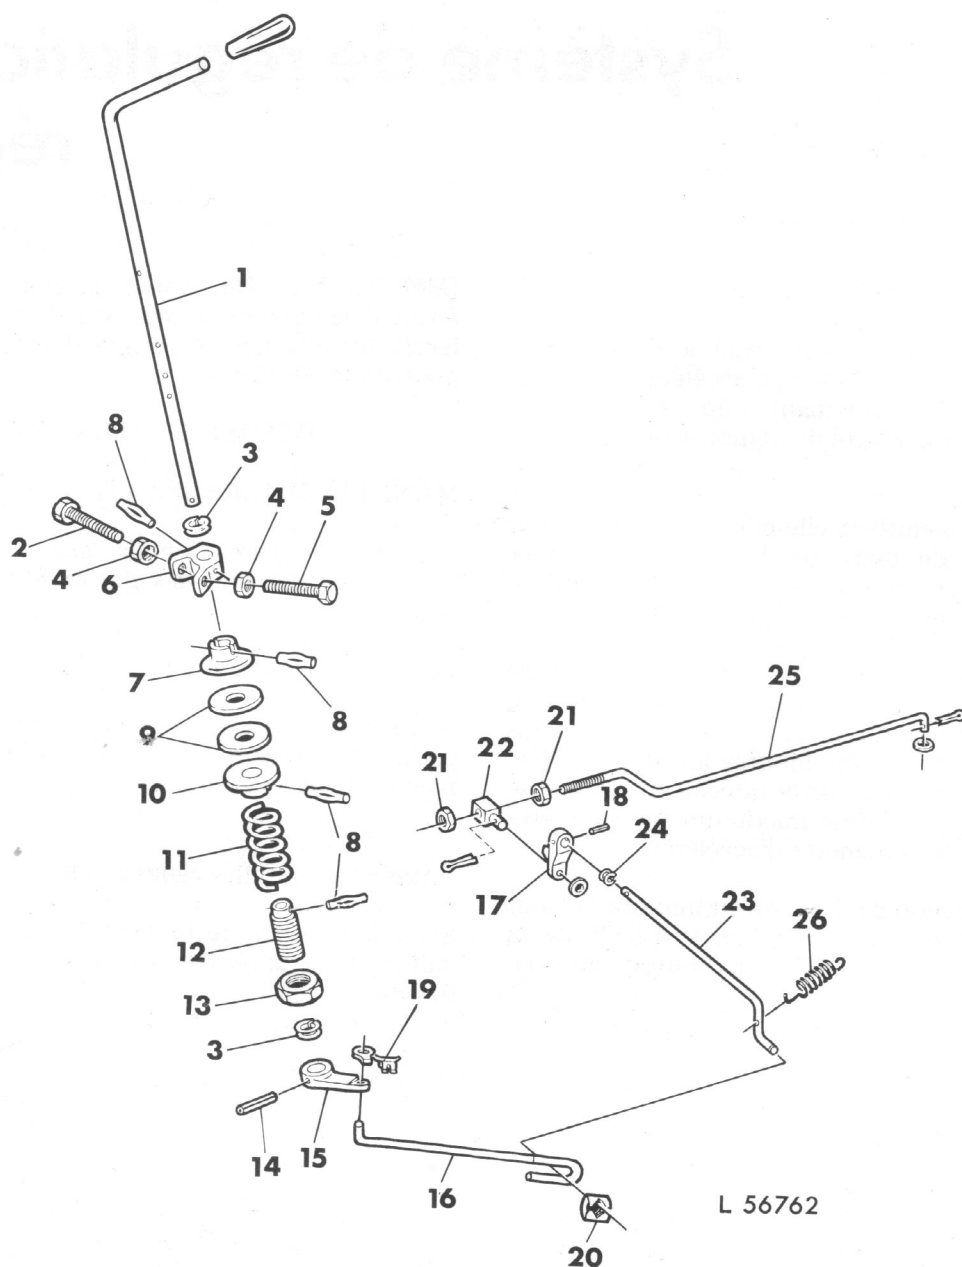

Fig. 1 — Eléments de l'ensemble manette d'accélération
Lorsque le moteur tourne au ralenti, la vis de butée 2 (voir fig. 1) de la manette porte sur le tableau de bord. Si la manette d'accélération est tournée dans le sens des aiguilles d'une montre jusqu'à la butée, la vis de butée 5 porte sur le tableau de bord et le moteur tourne au régime maximum pouvant être atteint à l'aide de la manette d'accélération.
NOTE: Les repères donnés dans ce texte à la suite de la dénomination des pièces se rapportent à la figure 1.
ARBRE 23 ET TRINGLE D'ACCELERATION 25 (fig. 1).
Effectuer le remontage et la repose du système de régulation du régime dans l'ordre inverse du démontage, d'après les figures 1 et 2.
A l'aide de l'écrou 13 (fig. 1) comprimer le ressort 11 jusqu'à ce que la puissance nécessaire pour actionner le levier soit de 4,5 kg (10 lbs) à la poignée de la manette 1 (mesurée à l'aide d'un peson).
1. Débrancher la tringle de régulation 25 (fig. 1) à la pompe d'injection.
4. Enfoncer l'accélérateur à fond et régler la tringle 25 (fig. 1) de manière à obtenir le régime maximum.